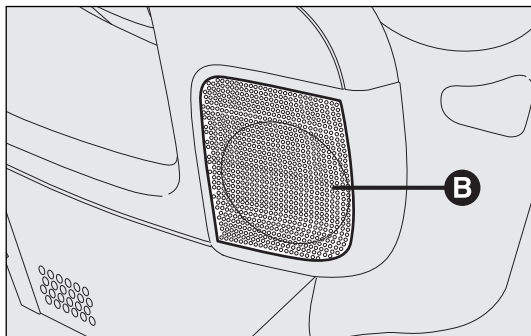

fig. 138
- ☐ 2 mid-woofers B situados en las puertas delanteras (diámetro 165 mm, potencia 40 W máx. cada uno) fig. 138;